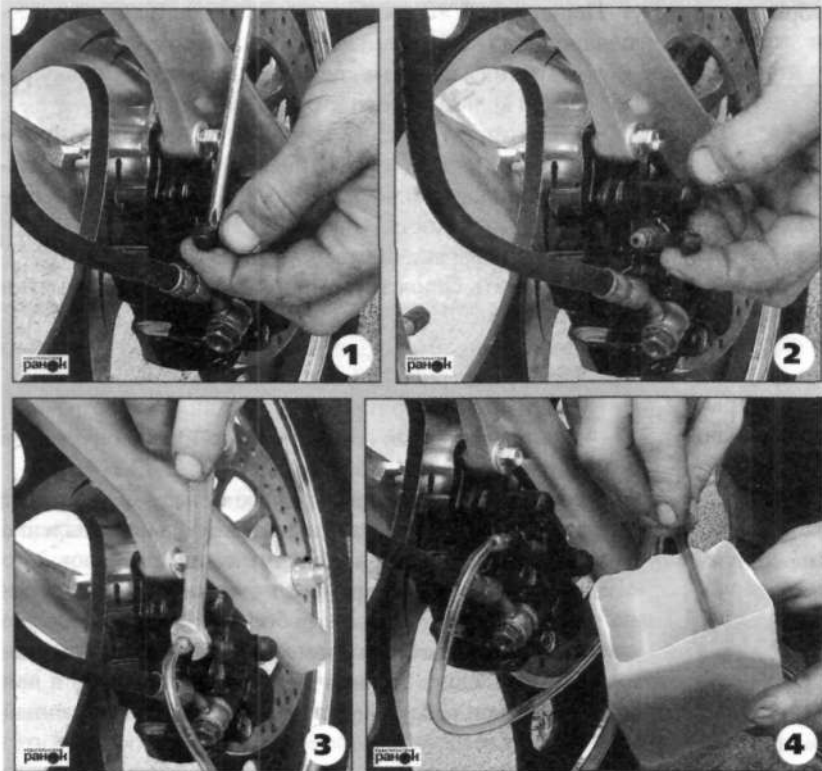

Рис. 72. Прокачка переднего тормоза
- открутив штуцер на $\frac{1}{2}$ – $\frac{3}{4}$ оборота и нажимая на рычаг переднего тормоза, слить старую ТЖ (рис. 72);